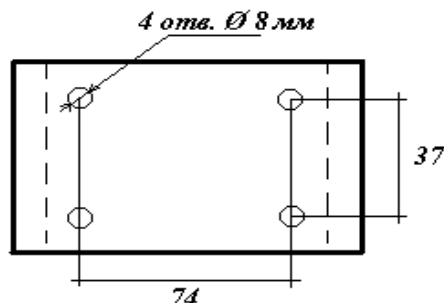

Рис. 3 - Крепежная площадка МПП «Гарант-5»
6.3 Закрепить крепежную(ые) площадку(и) модуля(ей) в соответствии с определенными местами (по п.6.2). Координаты отверстий для крепления модулей «Гарант-5» показаны на рис. 3.